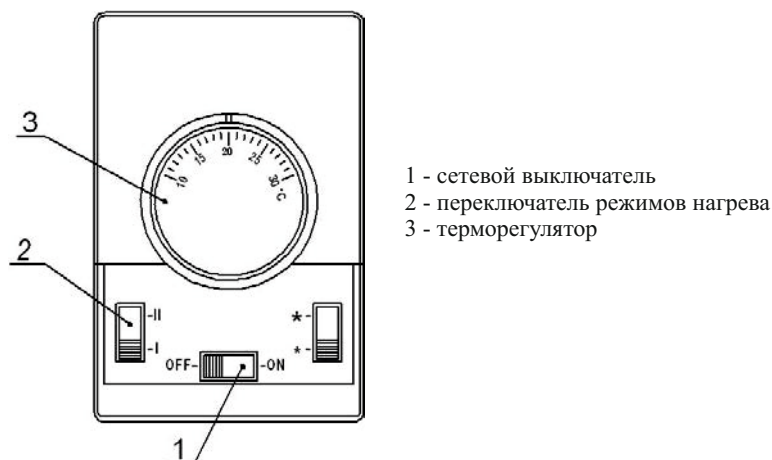

Рис.1 Пульт управления
(см. рис.1). Пульт управления позволяет поддерживать необходимую температуру воздуха вблизи места его установки и регулировать тепловую мощность завесы.
7.1 Перед включением завесы диск терморегулятора 3 (см. рис.1) должен быть повернуть по часовой стрелке в крайнее положение. Переключатель 1 должен находится в положении **OFF**.